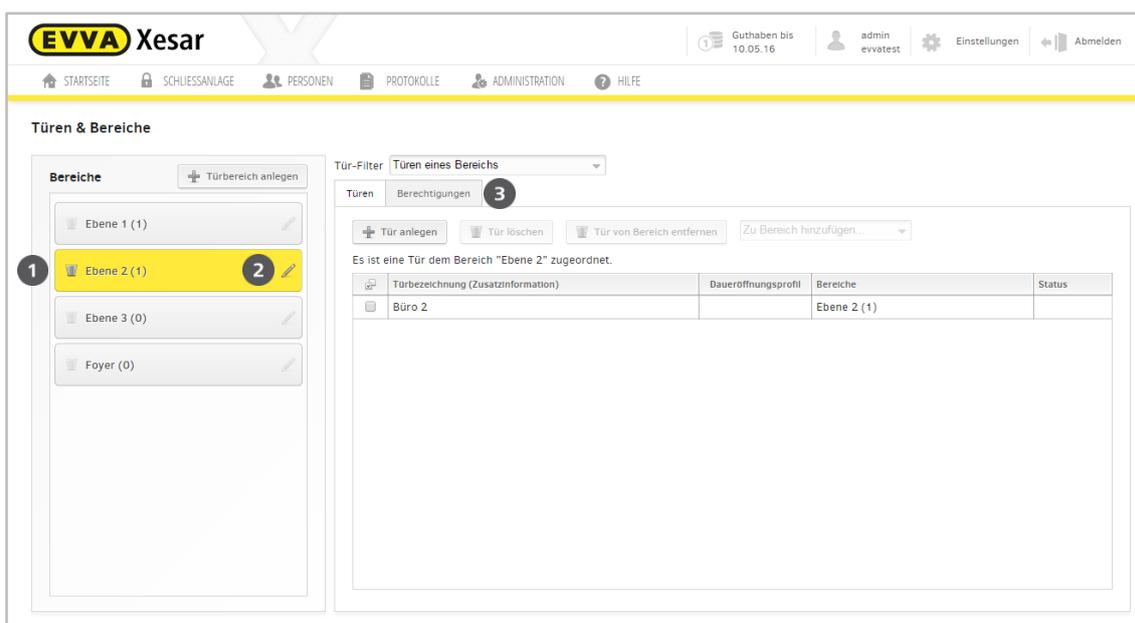

Abbildung 80: Türbereich Ebene 2
Wenn Sie einen Türbereich durch einen Klick auf den Bereich ausgewählt haben, wird dieser Türbereich automatisch gelb hinterlegt (Abbildung 80: Türbereich Ebene 2).
- Klicken Sie anschließend auf das Stift-Symbol  (Abbildung 80: Türbereich Ebene 2).